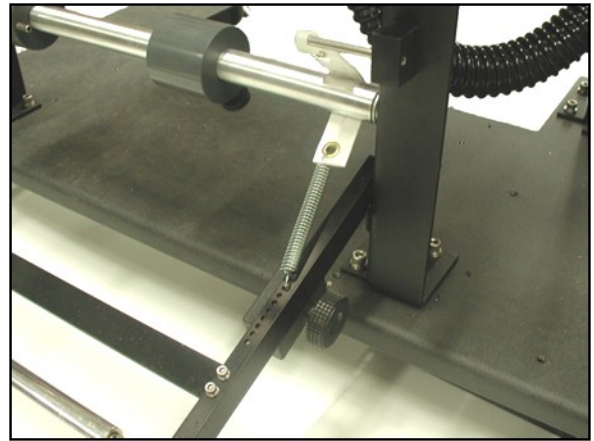

图 2-9B。开卷机调整。
1. 提起活套臂以消除弹簧的张力。图 2-9B。
1. 逆时针旋转活套配重锁定旋钮以松开配重。图 2-9B。